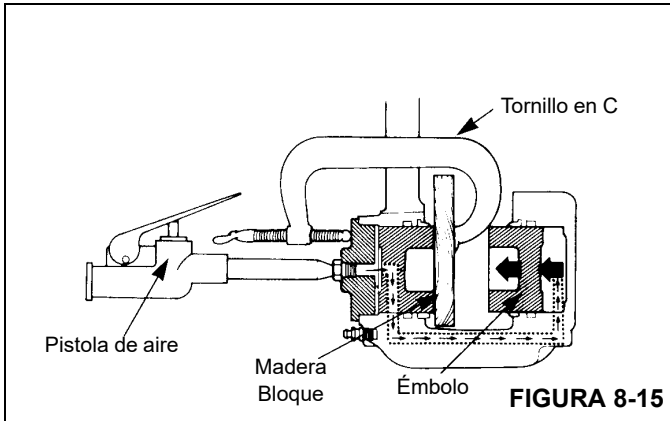

FIGURA 8-15
- b. Aplique aire comprimido al adaptador de entrada para forzar la salida de los émbolos de la otra caja. Si un émbolo sale antes que el otro, coloque un pedazo de madera delante del émbolo que salió primero. Aplique aire comprimido para forzar la salida del otro émbolo fuera de la caja. Consulte la Figura 8-15.